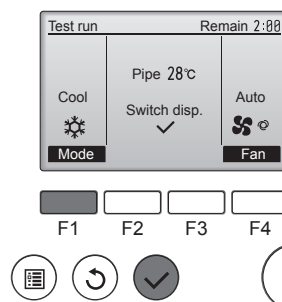

Fig. 8-3
- 1 Premere il pulsante [F1] per cambiare il modo operativo. (Fig. 8-3)